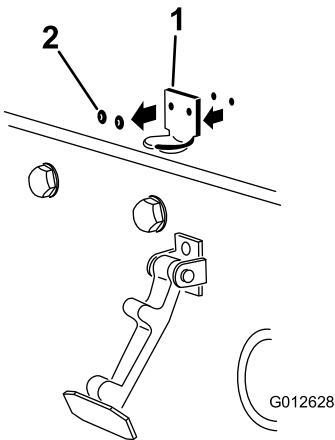

Figura 6
- Retire los 2 remaches que sujetan el cerradero del capó al capó (Figura 6).